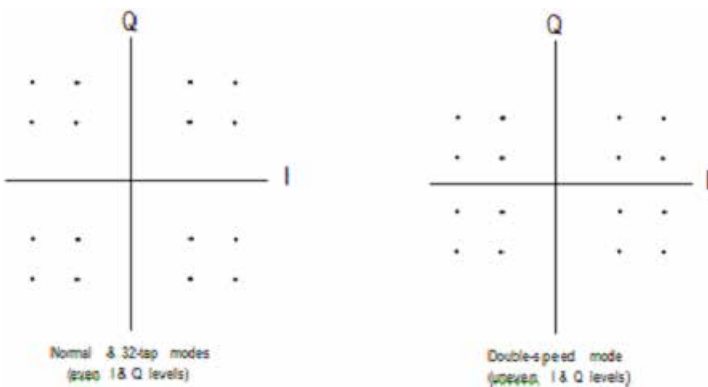

Рис. 11-28 Карты состояний I/Q модуляции 16QAM с равномерными и неравномерными уровнями
- Совсем не требуется, чтобы уровни были расположены равномерно или симметрично в плоскости I/Q. Например, возможны оба варианта модуляции 16QAM, показанные на рис. 11-28.